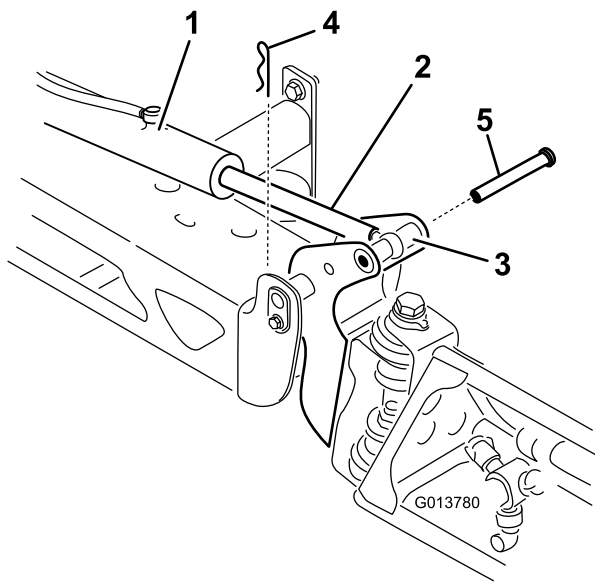

Figura 83
2. Retire la chaveta del pasador de giro (Figura 83).
3. Levante el brazo, retire el pasador (Figura 83), y baje el brazo lentamente al suelo.
9. Sujetando el brazo, introduzca el pasador a través del pivote del brazo y del émbolo del actuador (Figura 83).